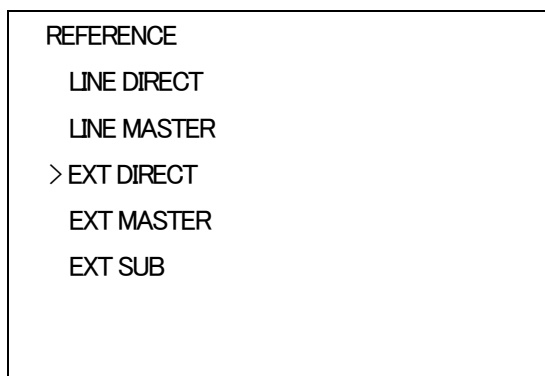

図4-11 オンスクリーンメニュー(REFERENCE例)
- 1) メインメニューで「REFERENCE」を選択し、**ENTER**ボタンを押すと図4-11のような設定メニューが表示されます。